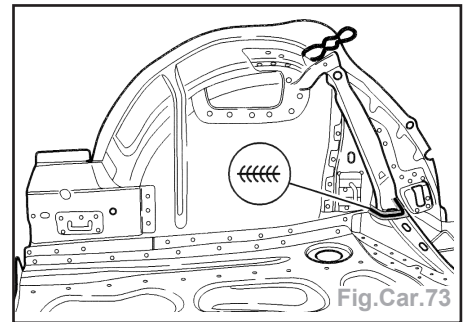

Fig.Car.73
- Souder le renforcement du siège arrière par soudure pleine sous gaz protecteur (Fig.Car.73).